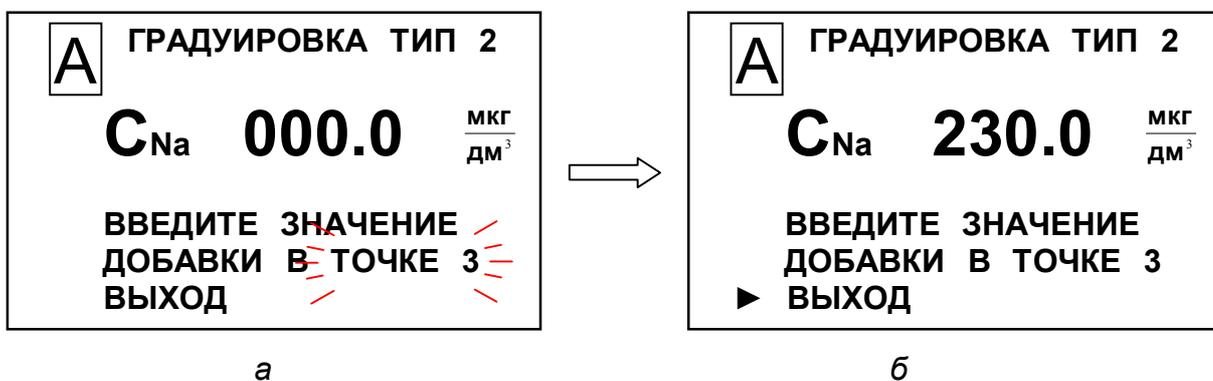

Рисунок 2.39
- 32 Установить маркер «►» на строку **ВЫХОД** (рисунок 2.39б) и нажать кнопку « $\frac{\text{МЕНЮ}}{\text{ВВОД}}$ ». Появится экран в соответствии с рисунком 2.40а.